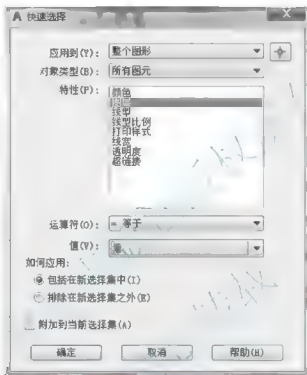
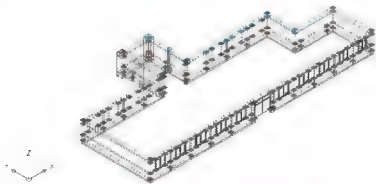

图 6.26 设置【快速选择】对话框
图 6.27 利用【快速选择】对话框选择首层墙
(1) 执行菜单栏中的【工具】|【快速选择】命令, 打开【快速选择】对话框, 按照图 6.26 所示设置该对话框, 然后单击【确定】按钮关闭对话框, 结果所有三维墙体均被选中, 如图 6.27 所示。